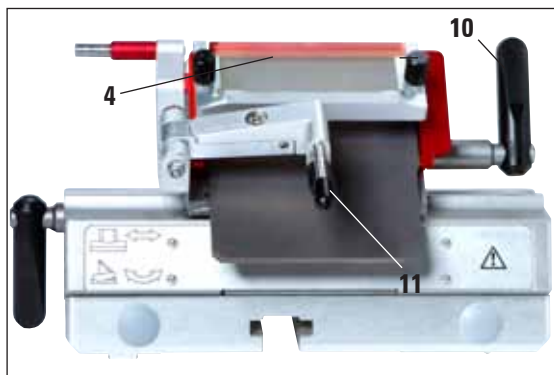

Fig. 4
4. Bloccare la leva di bloccaggio (10) ruotando in senso orario (vedi fig. 4).
5. Ribaltare nuovamente il sistema standifetta (4) con la leva (11) verso destra (verso la lama).